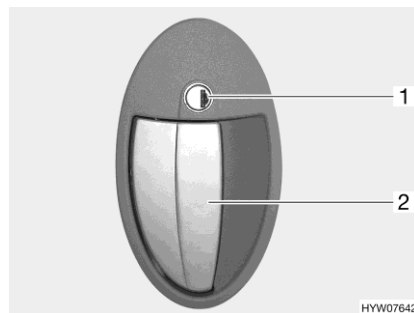

Bild 36 Türschloss (Wohnraumtür außen)
- Schlüssel in Schließzylinder (Bild 36,1) stecken und im Uhrzeigersinn drehen, bis das Türschloss entriegelt ist.
- Am Türgriff (Bild 36,2) ziehen. Die Tür ist geöffnet.
- Schlüssel in Schließzylinder (Bild 36,1) stecken und entgegen dem Uhrzeigersinn drehen, bis das Türschloss verriegelt ist.